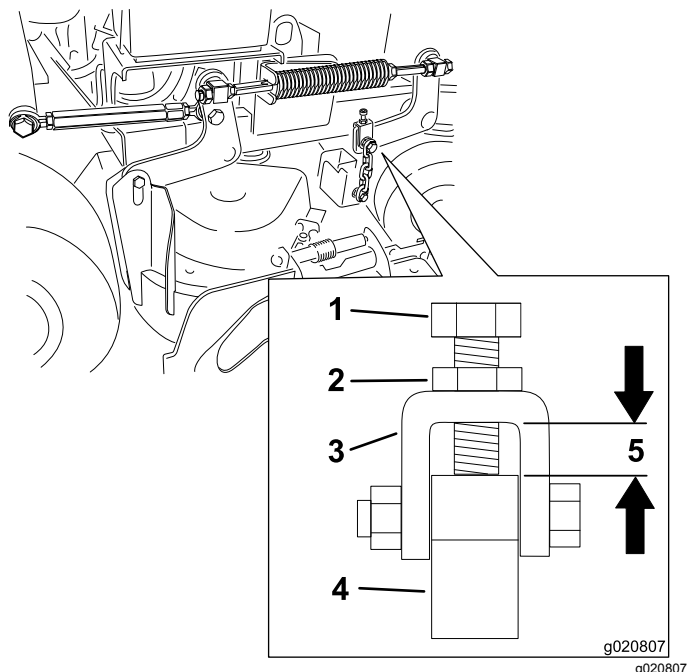

Figure 81
Remarque: L'écart doit être de 11 mm (7/16 po), comme montré à la Figure 81.
7. Desserrez l'écrou de blocage et ajustez le boulon de réglage de sorte à obtenir la distance correcte, comme montré à la Figure 81.